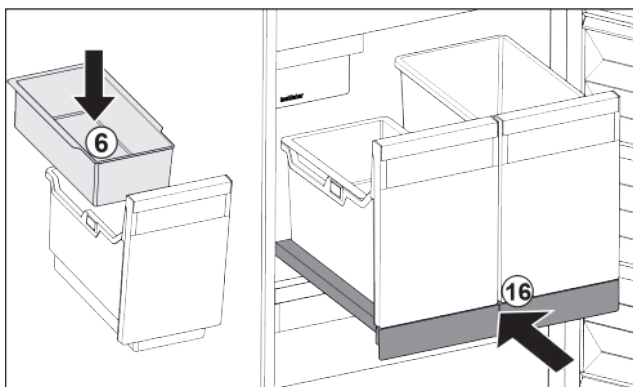

Fig. 36
- Вставьте навесной лоток Fig. 36 (6) для кубиков льда.
- Вставьте выдвижную панель с контейнером (IceTower). Fig. 36 (16)